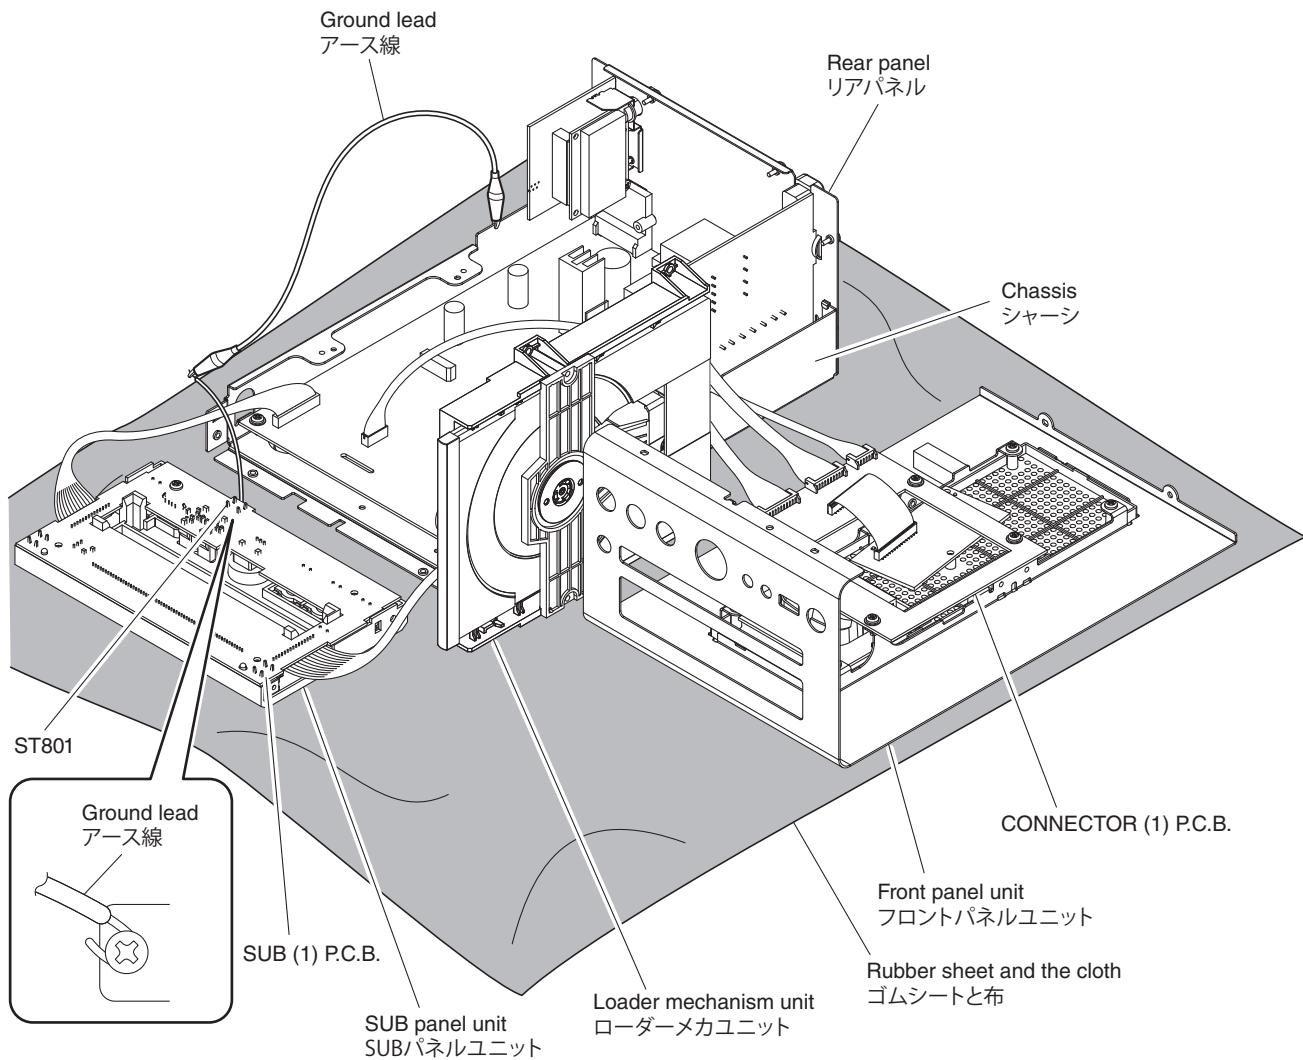

Fig. 4
- Spread the rubber sheet and the cloth. Then place this unit on the cloth and check it. (Fig. 4)
- Connect the ground point (ST801) of the SUB (1) P.C.B. to the chassis with a ground lead or the like. (Fig. 4)
- ゴムシートと布を敷き、その上に本機を置いてチェックします。 (Fig. 4)
- SUB(1) P.C.B. のアース (ST801) をアース線等でシャーシに接続してください。 (Fig. 4)